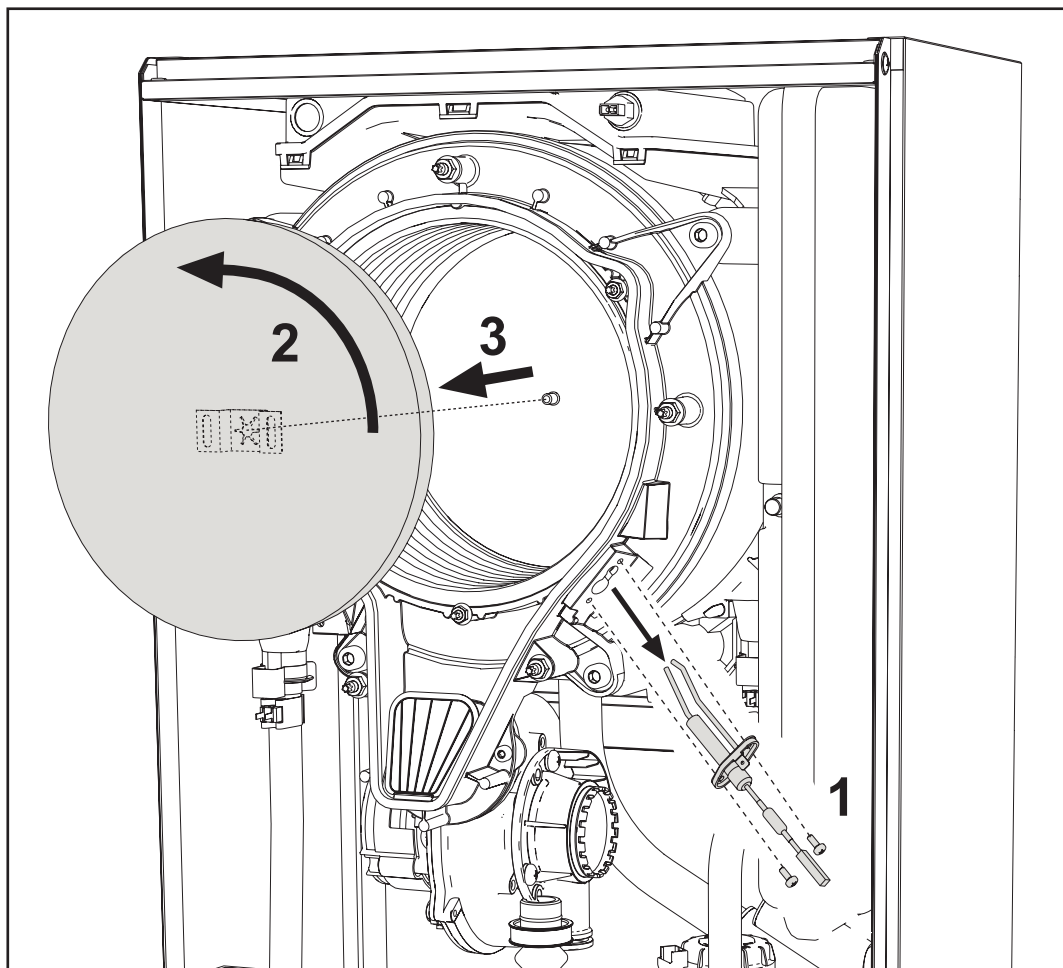

fig. 223 -
- Pulire l'interno dello scambiatore con gli accessori indicati in fig. 223.
- Togliere il coperchio dello scambiatore e il bruciatore (vedi fig. 223).
- Togliere il coperchio dello scambiatore e togliere il bruciatore (vedi fig. 223).
- Pulire l'elettrodo (vedi fig. 223).
- Dopo il fissaggio, controllare accuratamente la distanza tra gli elettrodi (vedi fig. 223).
- Rimontare e fissare il bruciatore (vedi fig. 223)
- Rimontare e fissare il coperchio bruciatore (vedi fig. 223)